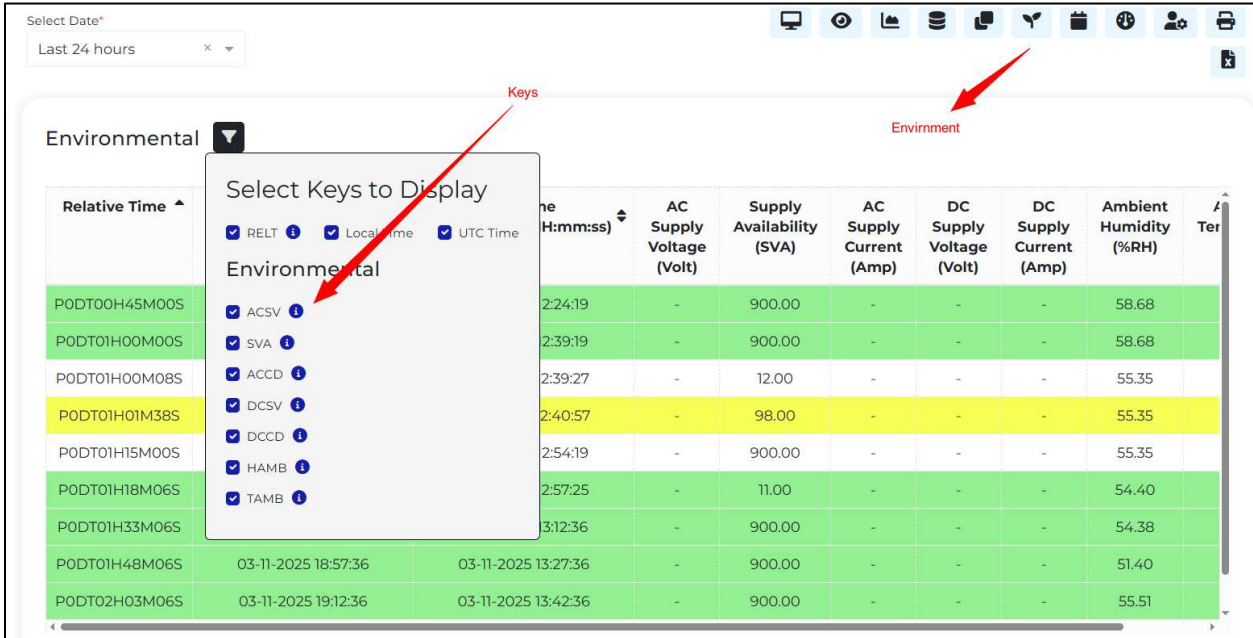

Figura 53 Panel de datos ambientales del dispositivo seleccionado
- Los usuarios pueden filtrar los parámetros requeridos para una mejor legibilidad, como se muestra en la figura 53.